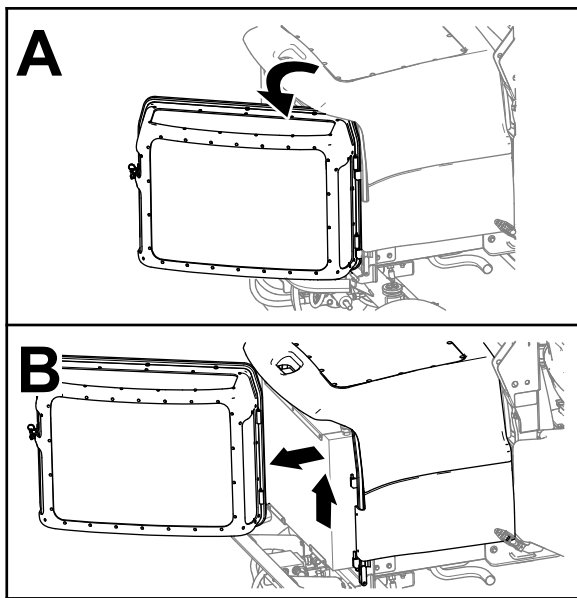

Figure 64
3. Déverrouillez la grille du moteur, ouvrez-la et soulevez-la hors de la machine (Figure 64).